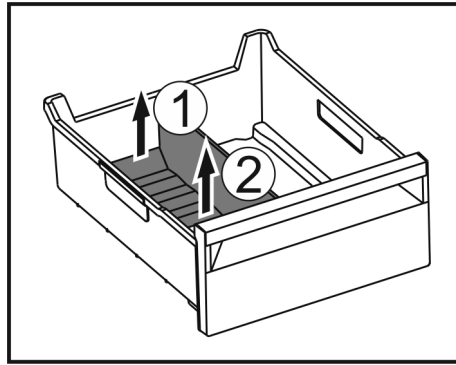

Fig. 145
- ▶ Повдигнете задната част на разделителя на отделението за лед. Fig. 145 (1)
- ▶ Извадете разделителя на отделението за лед нагоре. Fig. 145 (2)